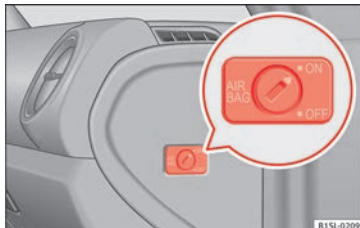

Fig. 75 Côté passager : commande à clé pour activer et désactiver l'airbag frontal côté passager.
• À l'aide de la clé du véhicule, tournez la commande à clé dans la position **ON** **»** fig. 75.